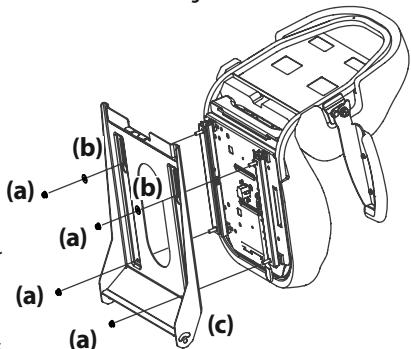

Figura 5
- Para un asiento con Ajuste de Palanca use las tuercas de seguridad con brida (a) y las arandelas planas (b). Consulte la Figura 5.